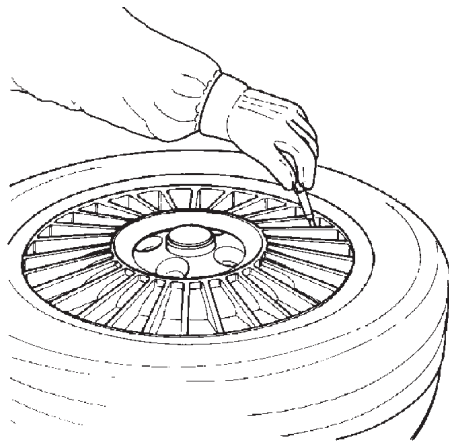

Fig. 4.1-1
A. Quite todos los contrapesos de los bordes de la llanta. Quite el vástago de la válvula o el núcleo del vástago de la válvula y deshinche la rueda (Fig.4.1-1).